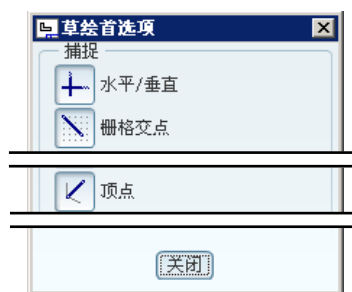

图 4.9.2 “草绘首选项”对话框
(1) 选择 **草绘** **→** **草绘器首选项** 命令, 打开“草绘首选项”对话框, 单击“水平/垂直”按钮 **+**、“栅格交点”按钮 **■** 和“顶点”按钮 **▲**, 如图 4.9.2 所示; 然后单击“草绘首选项”对话框中的 **关闭** 按钮, 关闭“草绘首选项”对话框。